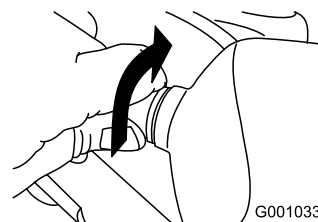

Рисунок 53
2. Поверните цоколь лампы против часовой стрелки до упора (Рисунок 53).